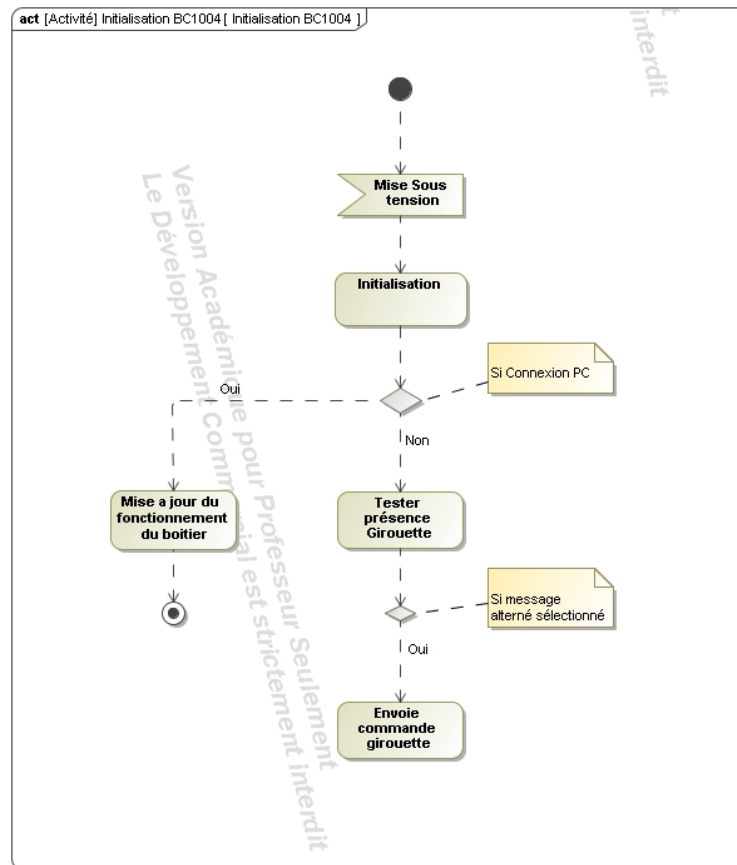

Figure 8 Evolution 2 du diagramme
- Repérer et placer le symbole **activité finale** en dessous de l'action Mise à jour du fonctionnement du boîtier et placer le flot entre cette dernière action et le bloc final. Vous obtenez la figure 8